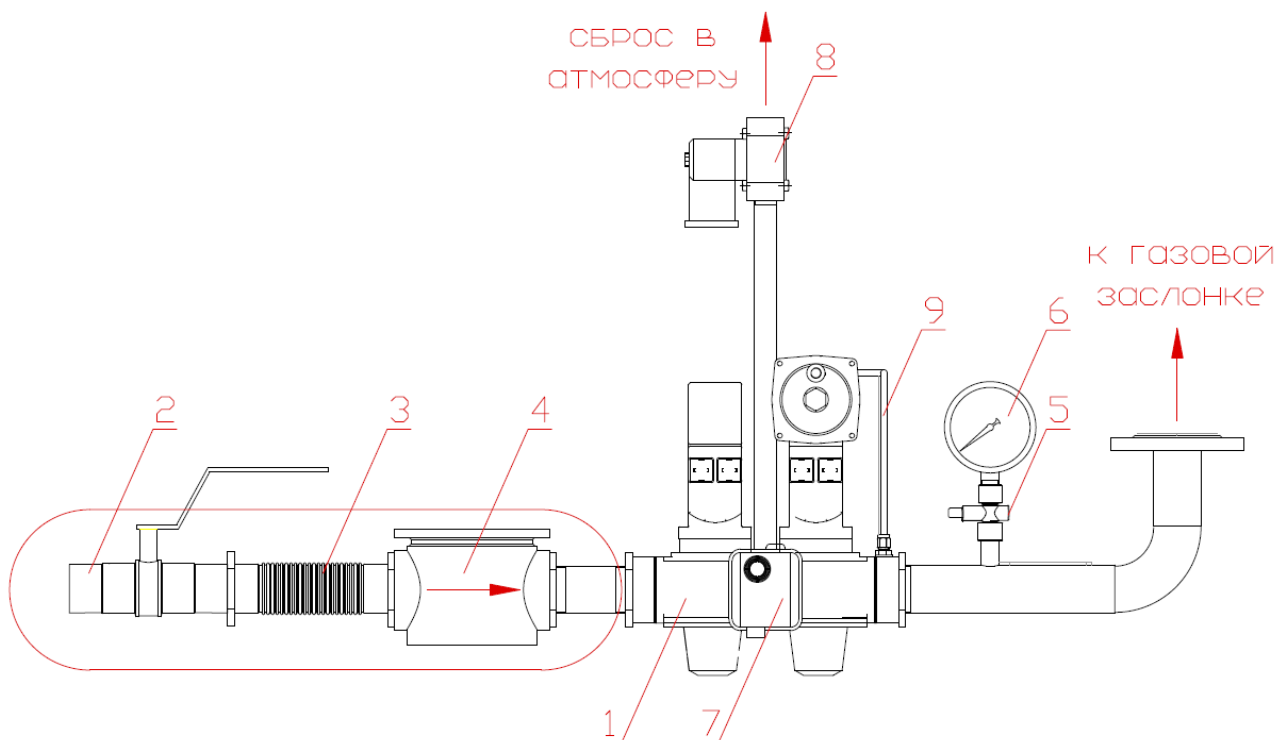

Рис.2. Общий вид газовой рампы горелки на примере газового клапана Siemens VGD*.
1.3.2 Состав газовой рампы и размещение составных частей (рис.2.)